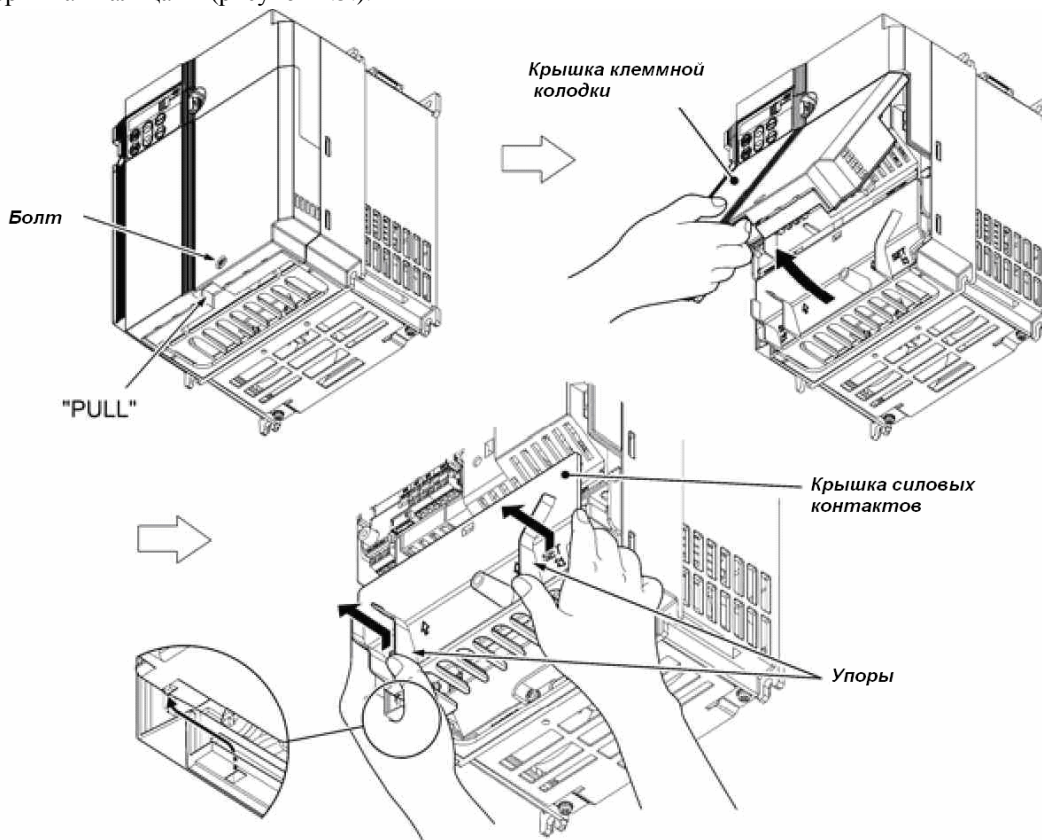

Рисунок 2.5 Снятие крышек (для ПЧ мощностью 5.5 и 7.5 кВт)
- 2) Чтобы снять крышку силовых контактов, поместите ладони на упоры крышки и потяните ее вверх, придерживая пальцами (рисунок 2.5.).